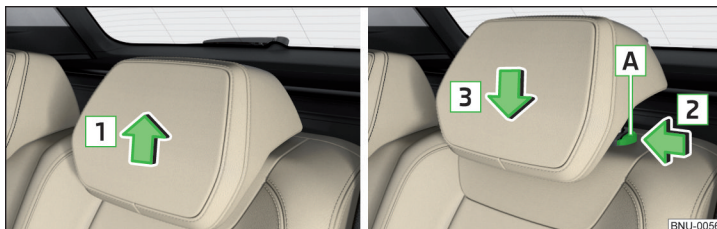

Abb. 90 Höhe der Kopfstütze hinten einstellen
- › Die Stütze fassen und **nach oben** in Pfeilrichtung **1** verschieben » **Abb. 90**.